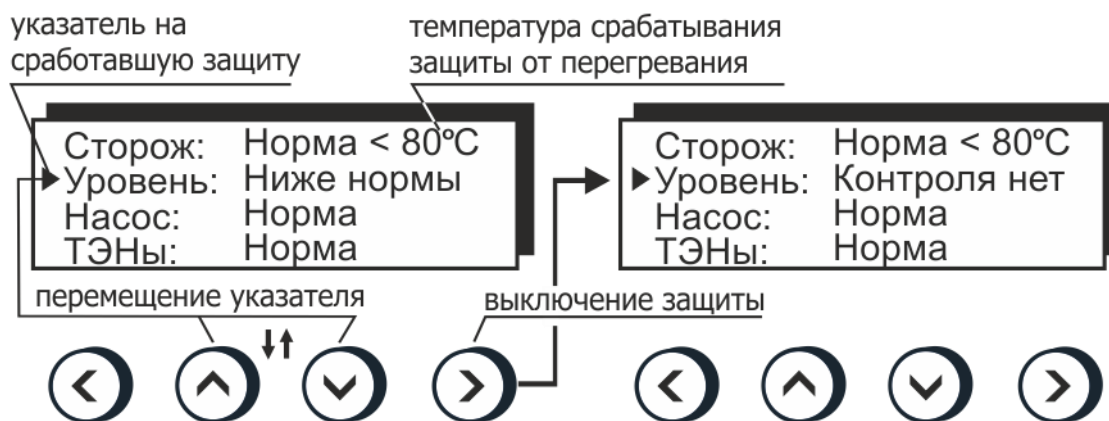

Рисунок 8 — Пример срабатывания защиты
- вращением регулятора 20 установить желаемую температуру срабатывания защиты, контролируя ее значение на дисплее (рисунок 8);